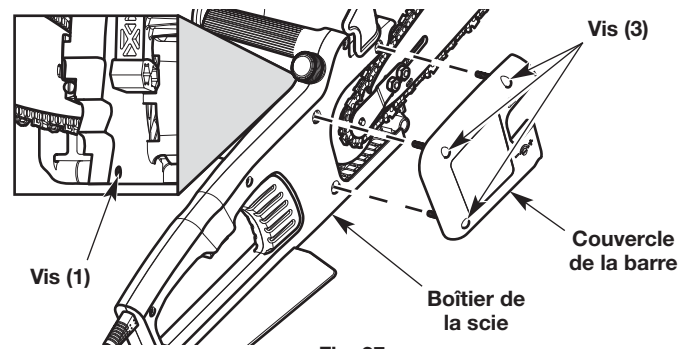

Fig. 27
1. Utiliser un tournevis cruciforme pour retirer les quatre (4) vis qui maintiennent le couvercle du guide-chaîne en place (Fig. 27).
3. Utiliser une clé de 7/16 po (11 mm) pour desserrer légèrement les écrous qui retiennent le guide-chaîne en place (Fig. 27). **Ne PAS** enlever les boulons qui retiennent le guide-chaîne.
4. Serrer manuellement les écrous qui retiennent le guide-chaîne (Fig. 27).
8. Placer le couvercle du guide sur le boîtier de la scie (Fig. 27). Aligner les ouvertures du couvercle du guide avec celle du boîtier de la scie.
9. Insérer les quatre (4) vis dans les ouvertures alignées. Serrer bien les vis.